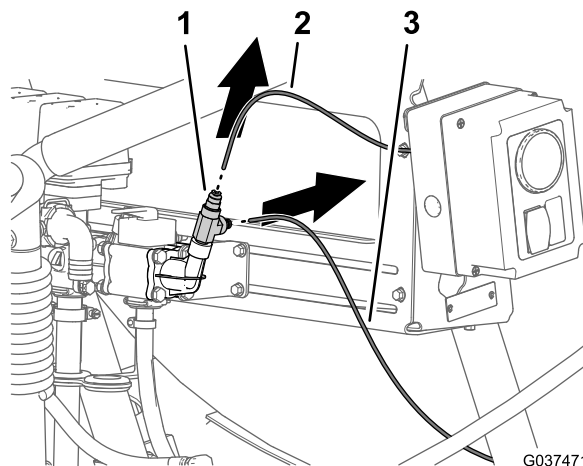
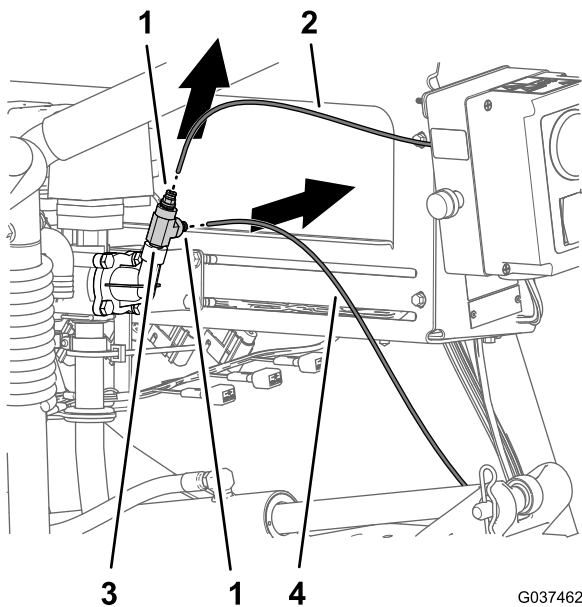

Bild 11
Bild 12
1. Drücken Sie die Stellringe für die Schlauchkupplungen in das T-Anschlussstück im Druckanschluss-Anschlussstück hinein (Bild 11 oder Bild 12).
2. Ziehen Sie den Druckmessschlauch für das Messgerät am Armaturenbrett von der Schlauchkupplung ab (Bild 11 oder Bild 12).
3. Ziehen Sie den Druckmessschlauch für das Druckmanometer der Spritzpistole von der Schlauchkupplung ab (Bild 11 oder Bild 12).